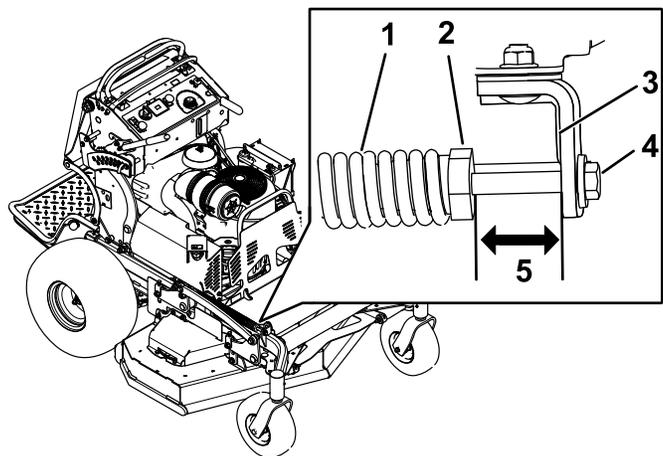

Рисунок 98
- Проверьте расстояние между гайкой пружины и задней стороной приваренного монтажного кронштейна (Рисунок 98).
- Оно должно быть в пределах от 47 до 50 мм (Рисунок 98).
4. Если необходимо, отрегулируйте это расстояние при помощи болта в передней части монтажного кронштейна (Рисунок 98).